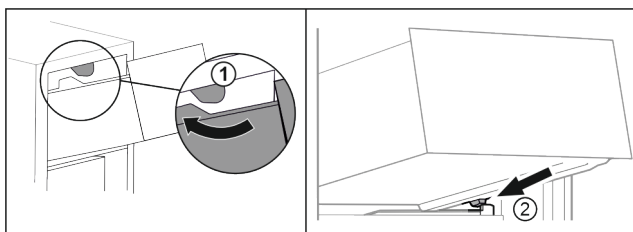

Fig. 14
- ▶ Guider le tiroir en contournant les butées supérieures. Fig. 14 (1)
- ▶ Placer le tiroir, en l'inclinant, derrière les butées inférieures sur la nervure de récipient. Fig. 14 (2)